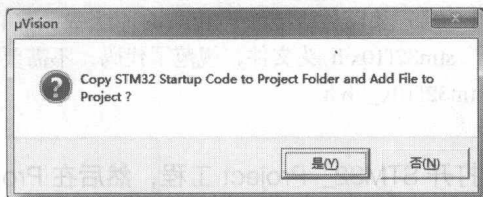

图1-9 是否添加启动代码对话框
(4) 单击 OK 按钮, 弹出对话框“Copy STM32 Startup Code to project...”, 询问是否添加启动代码到我们的工程中, 这里选择“否”, 因为我们使用的 ST 固件库文件已经包含了启动文件, 如图 1-9 所示。